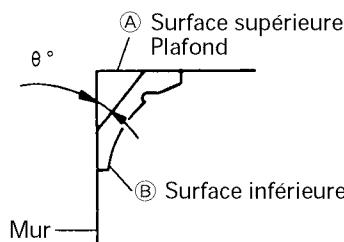
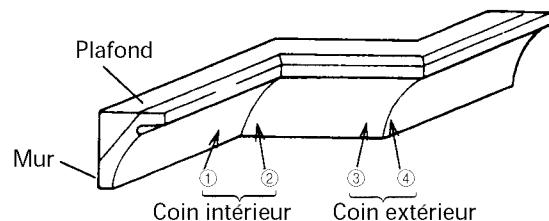

Fig. 24
Fig. 25
La Fig. 24 montre deux types de corniche complexe courants ayant des angles de 38° et de 45°. Pour les montures de corniche complexe, voir la Fig. 25.
(1) Réglage de coupe en corniche complexe aux positions 1 et 4 de la Fig. 25 (voir Fig. 26 ; incliner la tête
- ① Tourner la plaque tournante vers la droite et régler l'angle d'onglet comme suit :
- ② Incliner la tête vers la gauche et régler l'angle de biseau comme suit :
- ③ Disposer la corniche complexe de façon que la surface inférieure (Ⓐ sur la Fig. 24) touche la garde comme indiqué à la Fig. 28.
- (2) Réglage de coupe en corniche complexe aux positions ② et ③ de la Fig. 25 (voir Fig. 27 ; incliner la tête vers la gauche) :
- ③ Disposer la corniche complexe de façon que la surface supérieure (Ⓑ sur la Fig. 24) touche la garde comme indiqué à la Fig. 29.